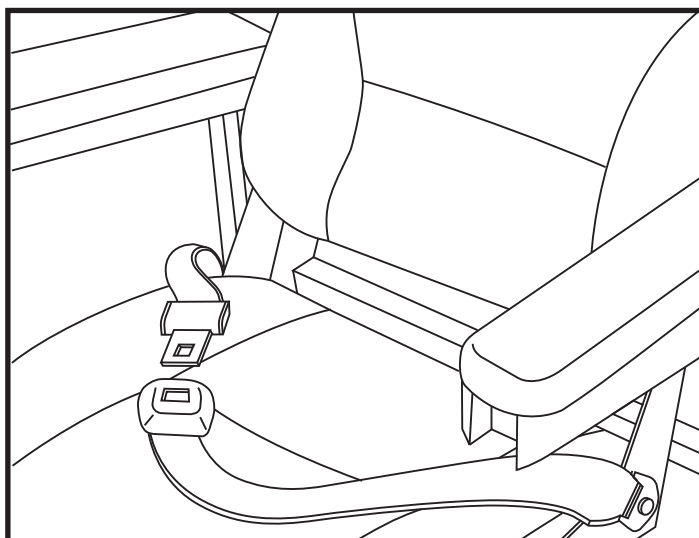

Figure 14. Ceinture de positionnement
Votre fauteuil motorisé peut être équipé d'une ceinture de positionnement réglable pour un meilleur confort. Voir la figure 14. La ceinture de positionnement, réglable, a été conçue pour soutenir et empêcher tout glissement vers le bas ou vers l'avant une fois assis. La ceinture de positionnement n'a pas été conçue pour être utilisée comme ceinture de sécurité.
1. Prenez place sur le siège, insérez la patte métallique d'un côté dans le boîtier de la boucle du côté opposé jusqu'à ce que le «clic» se fasse entendre. **Voir la figure 14.**